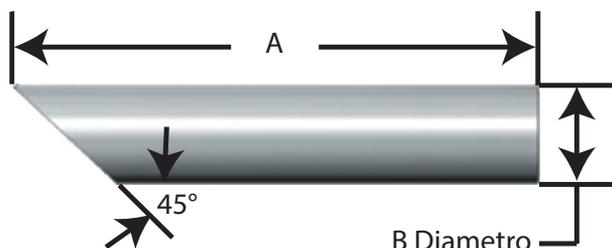

Figura 47: Specifiche dei perni di deviazione
Perni di deviazione - Sono necessari due perni di deviazione per la rimozione del disco (6) dal portadisco (8) (vedere Figura 47 e Tabella 27a).